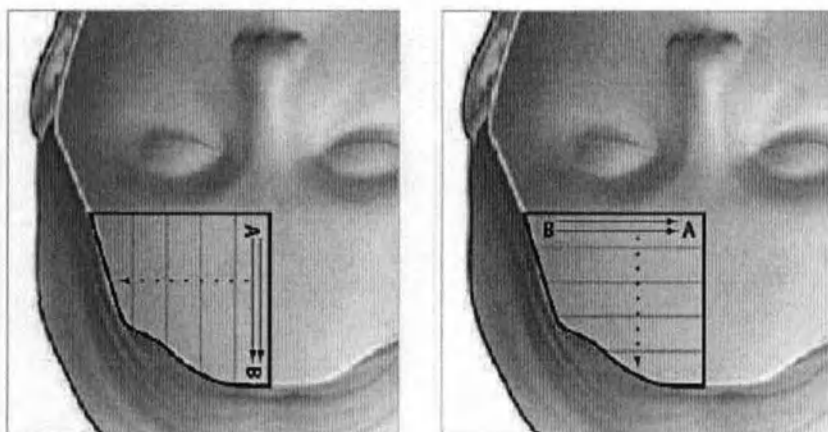

Рисунок 53. Техника обработки
3. Переместите наконечник на вершину соседнего ряда (Рисунок 53). Повторите операции 1 и 2.